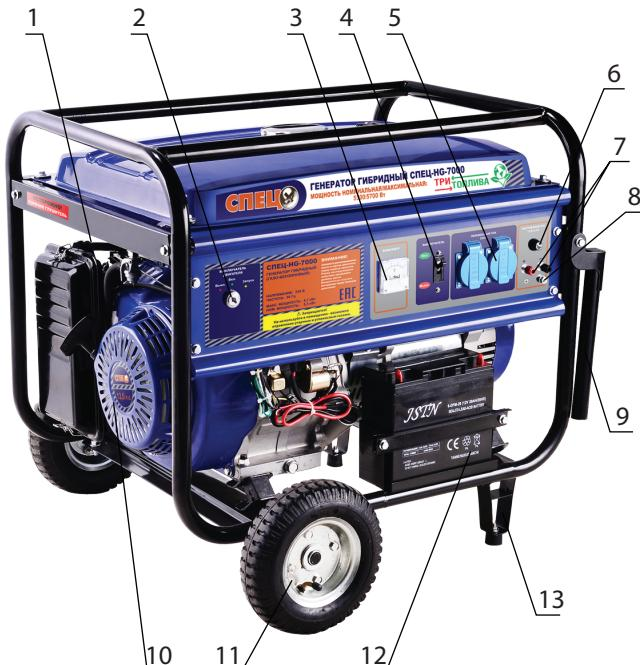

Рис.1. Общий вид HG-2700
4.4. Основные элементы генераторов показаны на рис. 1.